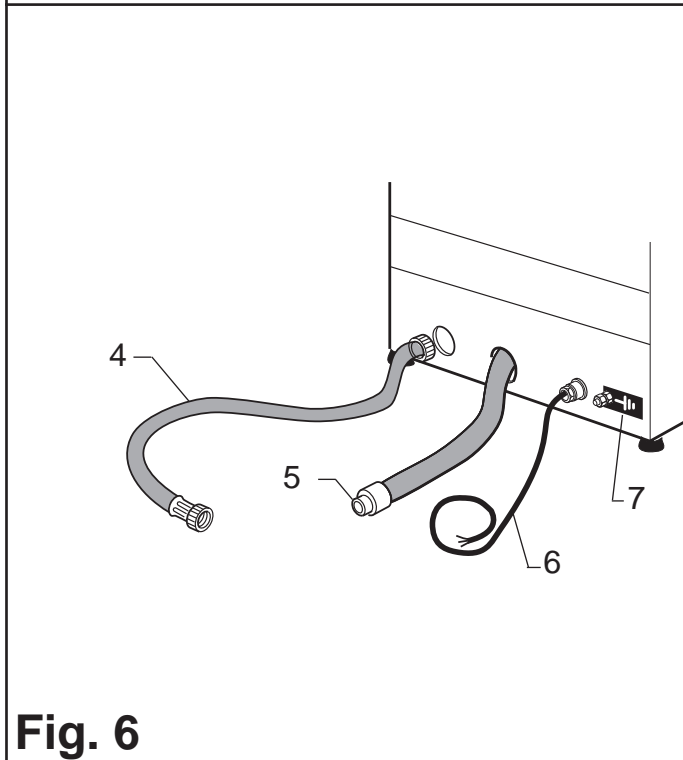

Fig. 6
**3.1 INSTALLASJON (Fig. 6)**
- Plasser maskinen på endelig installasjonssted og niveller den ved å justere på justeringsføttene (20).
**3.1.a TILKOBLING AV AVLØPSSLANGE (Fig. 6)**
- Koble avløpsslangen (5) til en forberedt avløpsbrønn.
**3.1.b VANNTILKOBLING (Fig. 6)**
- Koble den medfølgende fylleslangen (4) til magnet- ventilen og den andre enden av fylleslangen (4) til en 3/4" G gjenget ventil og påfør filteret (8).